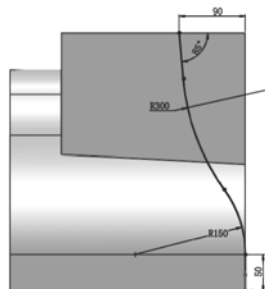

图 6-93 草图绘制尺寸
(8) 绘制草图。在左侧的“FeatureManager 设计树”中用鼠标选择“右视基准面”作为绘制图形的基准面。单击“草图”工具栏中的（直线）按钮和（三点圆弧）按钮，绘制如图 6-93 所示的草图。